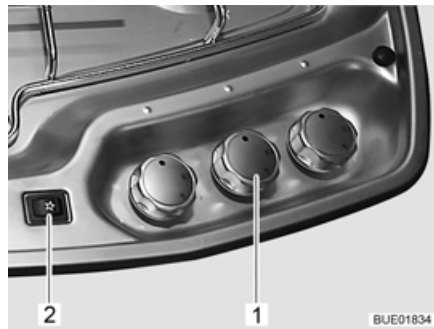

Fig. 173 Boutons de commande pour le réchaud à gaz
- Tourner le bouton tournant (Fig. 173,1) du brûleur désiré en position d'allumage (grande flamme).
- Appuyer sur le bouton d'allumage (Fig. 173,2). Le brûleur produit des étincelles.